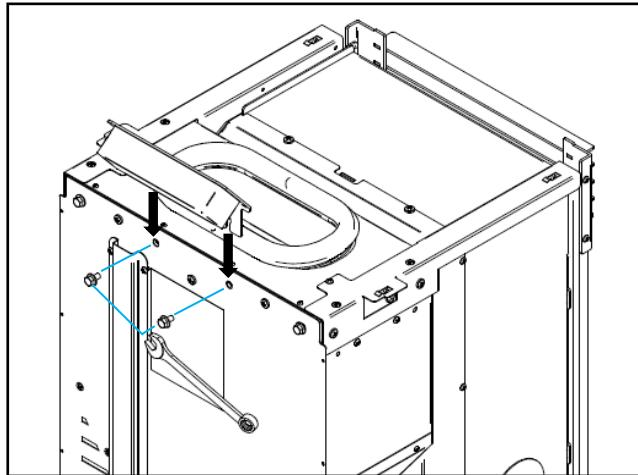

Figura 21 - Colocação display
- a) Colocar o display que se encontra dentro da cuba de *pellets* na parte posterior da máquina como demonstra na Figura 21. Para realizar esta tarefa é necessário desapertar ligeiramente os parafusos que se encontram na parte posterior. Ao apertar o display pode ser necessário realizar um ajustamento em termos de altura.